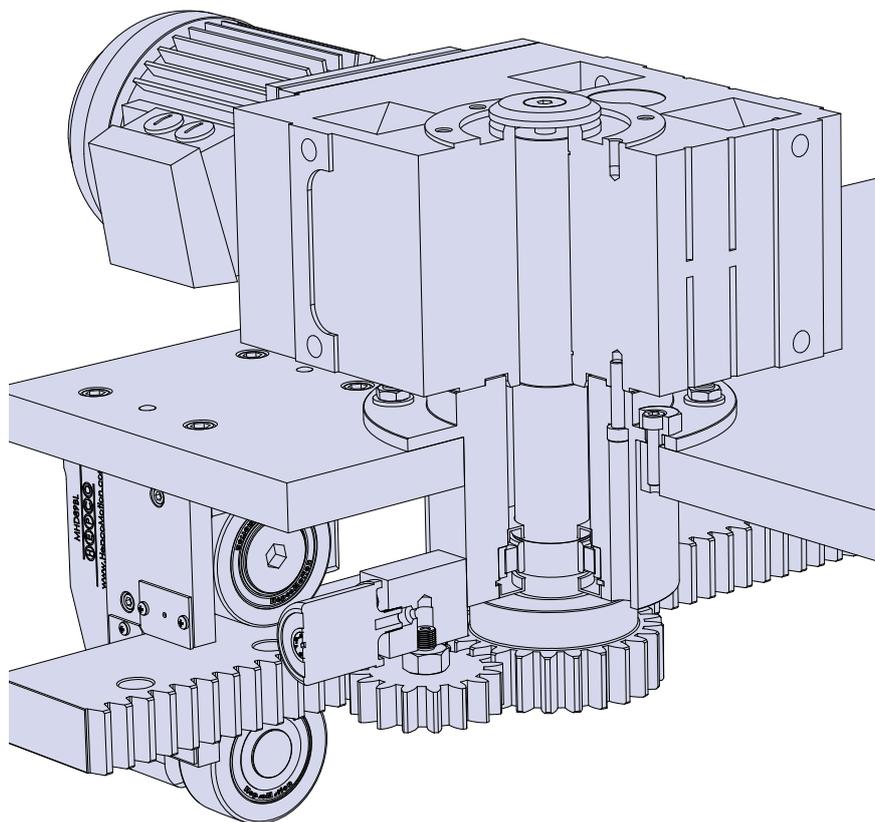

Figure 10
29. Si le système comporte une crémaillère, le pignon devra être convenablement positionné par rapport à celle-ci. Pour faciliter cet ajustement, il est conseillé d'intégrer un dispositif de réglage. La figure 10 représente un chariot avec pignon, comportant un système de réglage de la position du pignon par une douille excentrique. Un jeu minimum doit normalement être ménagé entre l'alignement primitif de la crémaillère et le cercle primitif du pignon. Ce jeu peut être vérifié en faisant tourner le pignon quand le chariot est bloqué en position. Il est conseillé de laisser un jeu correspondant à 0,1 mm de course linéaire (soit environ  $0,12^\circ$ ).